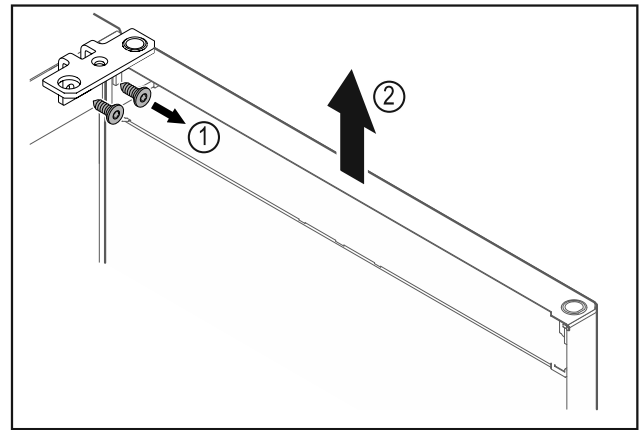

Fig. 9
- Csavarozza le a csuklópántot Fig. 9 (1).
- Az ajtót a csuklópánttal Fig. 9 (2) együtt emelje meg felfelé kb. 200 mm-rel, majd vegye le.